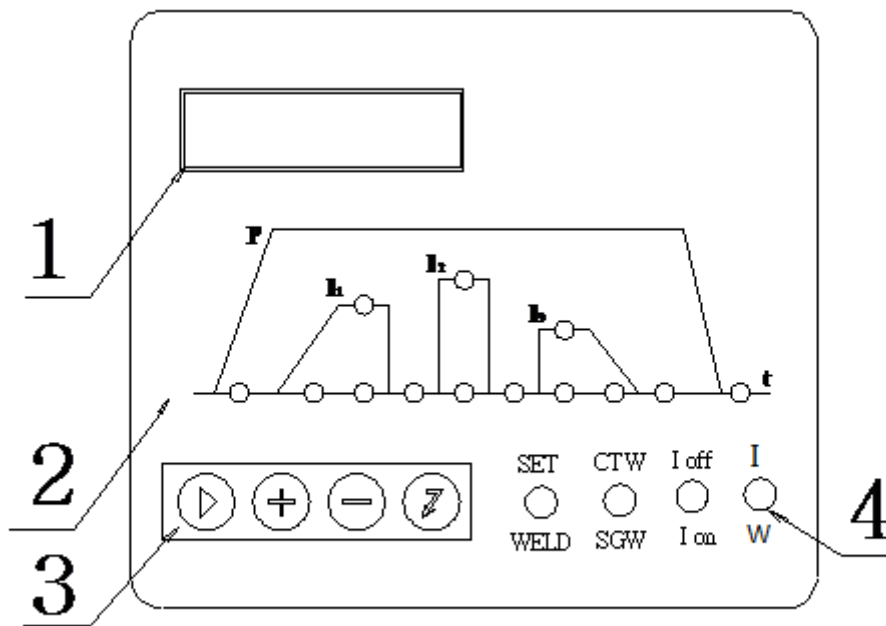
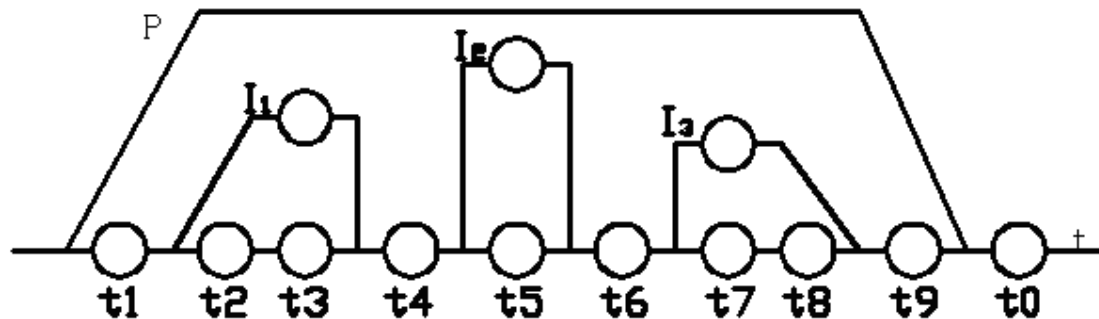

图 5 操作面板示意图
图 7 LED（发光二极管）显示示意图
操作面板的组成见图 5,它由四部分组成：数码管显示部分（图 5 箭头 1 所指部分）、LED（发光二极管）显示部分（图 5 箭头 2 所指部分）、按键部分（图 5 箭头 3 所指部分）及功能设定开关部分（图 5 箭头 4 所指部分）。各部分的具体说明详见 4.1.1 节、4.1.2 节、4.1.3 节、4.1.4 节。
数码管显示部分指的是图 5 箭头 1 所指部分，即 “” 这一部
LED（发光二极管）显示部分指的是图 5 箭头 2 所指部分,它反映了一个焊接循环过程中压力、焊接电流和时间的工艺配合。详见图 7 所示。
从图 7 可以看出共有 13 个发光二极管，每个发光二极管定义如下：
按键部分指的是图 5 箭头 3 所指部分，即“”这一部分，共四个按键，每个按键功能定义如下（注：按键在机器“参数”设定方可起作用）：
显示操作位循环右移键。用于选择图 7 中的数码管，当某位数码管被选中时，该位数码管将会处于闪烁状态，表示该位的值可以通过按  或  两个按键进行修改，又或者按  这一按键进行储存。
设定增加键。用于增加图 7 中任一数码管的值，每按一次该按键，该位的值增加“1”，这个“1”的定义需结合 4.1.1 数码管显示部分说明方知其意义。例如，第①个数码管闪烁时，每按一次  键，参数组号从 0 至 7 方向增加“1”，可循环调节；当第②个数码管闪烁时，每按一次  键，参数组代号依表 2 从上至下的顺序变化一次，至代号为“C”时再按一次  键，该位会显示“0”，具有循环功能；而当第③、④、⑤个数码管闪烁时，每按一次  键，该参数值从 0 至 9 方向增加“1”，可循环调节。
设定减小键。用于增加图 7 中任一数码管的值，每按一次该按键，该位的值减少“1”。具体功能类同  键，只是方向相反。
确定键。用于确认每次操作的结果。当每次修改完某位参数值后，按  按键，图 7 中相对应的发光二极管闪烁一次，表明所修改的参数值已存储。